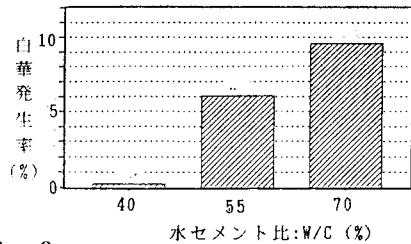

Fig.2 水セメント比と白華発生量の関係
3.1検討結果 各種養生条件と白華発生量の関係をFig.2に示す。乾燥室のものが白華発生率が最大で次に恒温恒湿室のものが大きく発生している。これに対し特殊養生ボックスや標準養生のものは、殆ど白華が発生しなかつた。